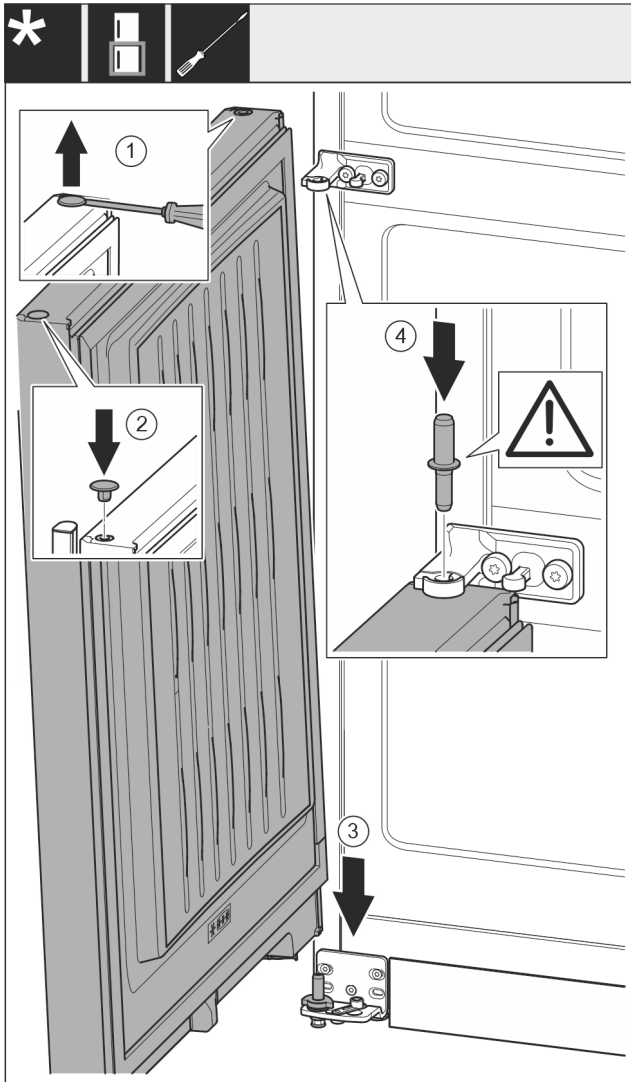

Fig. 20
- ▶ Plochým skrutkovačom opatrne nadvihnite a vyberte zátku Fig. 20 (1).
- ▶ Zátku Fig. 20 (2) opäť nasadte na druhú stranu dverí.
- ▶ Nasadte dvere Fig. 20 (3) zhora na dolný ložiskový čap.
- ▶ Nasadte ložiskový čap v strede Fig. 20 (4) cez ložiskovú konzolu v strede do dolných dverí. Dbajte pritom na to, aby zaistovací doraz ukazoval smerom dozadu.